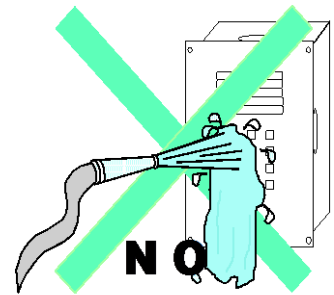

Fig. 1
- No salpique con agua el FRENTE (Fig. 1).